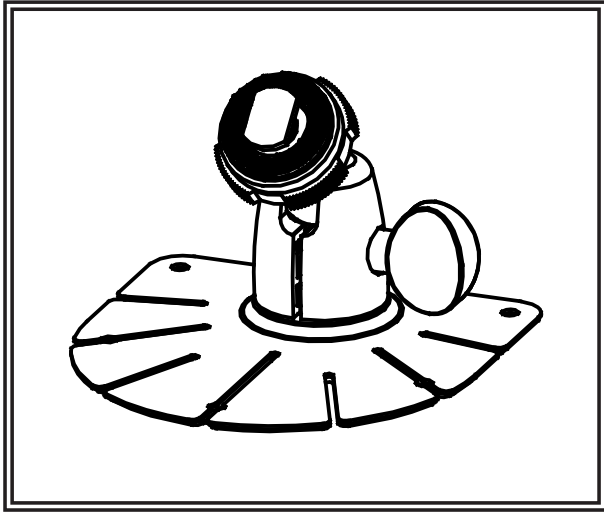

Figura 6
1. Elija la posición adecuada en el vehículo y fije el soporte de la base. (Figura 6)